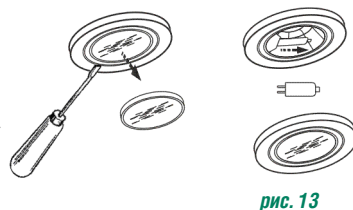

рис. 13
8.6 Замена галогенной лампы (рис. 13) :